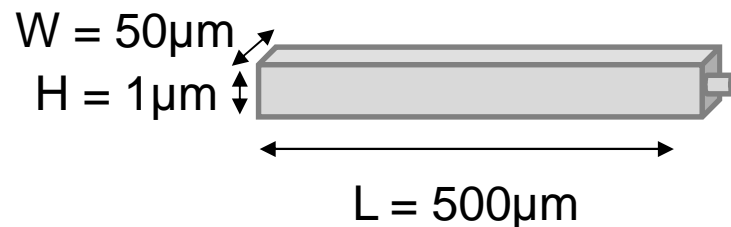
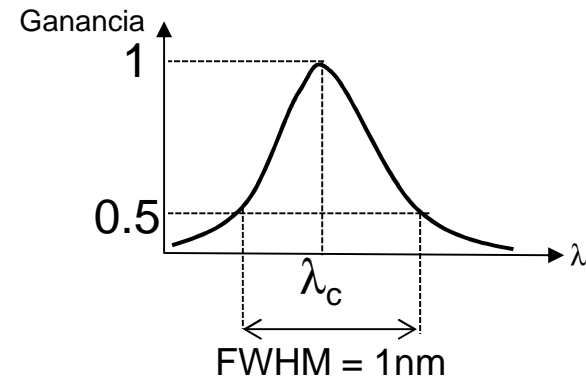

Figura 1
Figura 2
Se dispone de una cavidad láser de GaAs cuyas dimensiones se detallan en la siguiente figura 1 y cuya curva de ganancia normalizada se representa en la figura 2:
4. Represente el espectro de salida del láser, teniendo en cuenta la curva de ganancia de la figura 2. Considere que las longitudes de onda con ganancia inferior a 0.5 se eliminan.